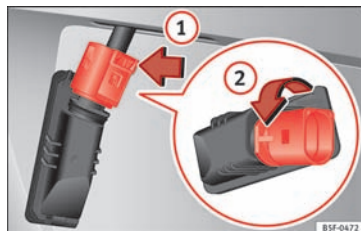

Fig. 122 Nummerpladelygte: afmontering af pæreholder
3. Tryk stiklåsen »» Fig. 122 i pilens retning ①, og træk i stikket.
4. Drej pæreholderen i pilens retning ②, og træk den ud sammen med pæren.
6. Sæt pæreholderen ind i nummerpladelygten, og drej den helt modsat pilens retning ②.